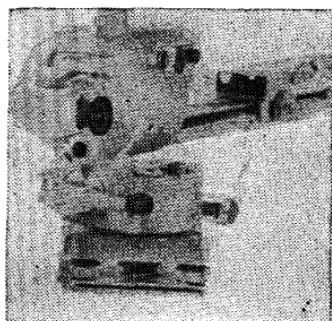

Рис. 26. Базисный редукционный тахеометр BRT-006
4.11. Базисный редукционный тахеометр BRT 006 (рис. 26) предназначен для тахеометрической съемки застроенной территории или труднодоступных участков местности. Рекомендуется применять при съемке в масштабах 1:500, 1:1000.